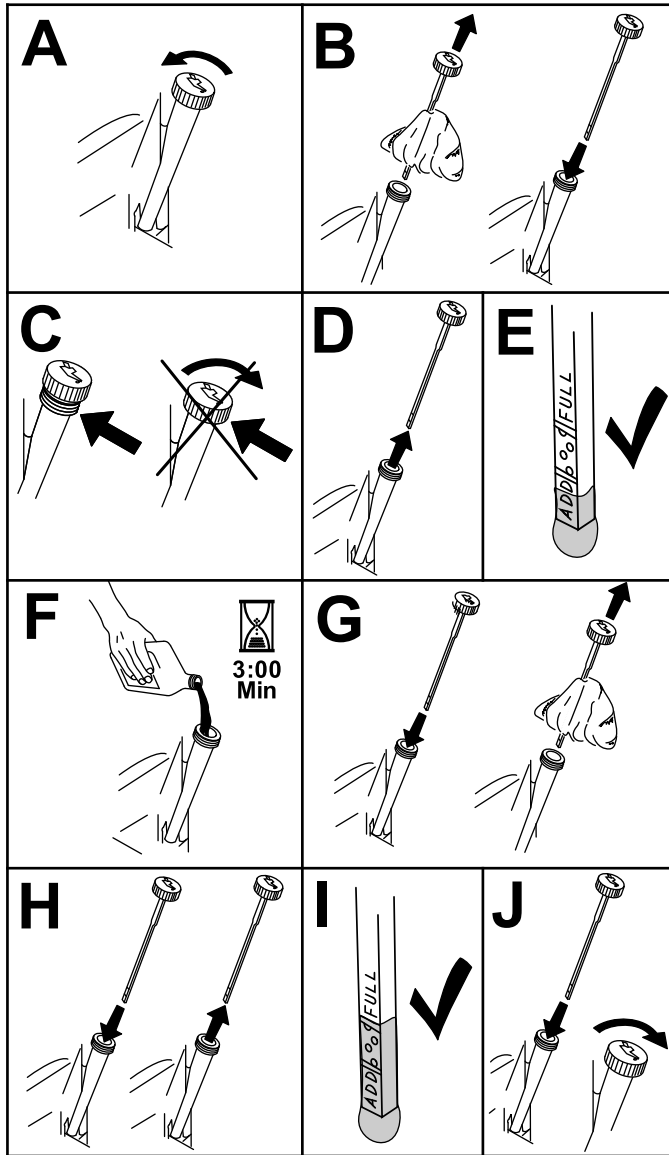

Figure 41
3. Contrôlez le niveau d'huile moteur, comme montré à la Figure 41.